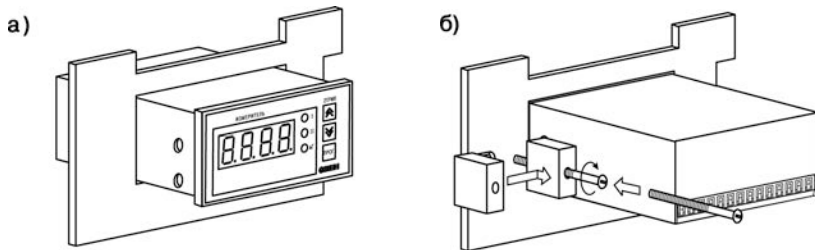

Рисунок 5.2 – Монтаж прибора щитового исполнения
- 3) Вставить прибор в специально подготовленное отверстие на лицевой панели щита (см. Приложение А и рисунок 5.2, а).
- 4) Вставить фиксаторы из комплекта поставки в отверстия на боковых стенках прибора (рисунок 5.2, б).